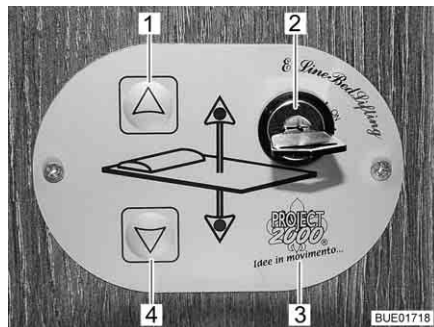

Bild 107 Bedienteil
**Bedienteil** Mit den Tasten (Bild 107,1 und 4) auf dem Bedienteil (Bild 107,3) wird das Hubbett abgesenkt oder angehoben. Mit dem Schlüsselschalter (Bild 107,2) wird das Bedienteil gegen unbefugte Benutzung gesichert.
- Schlüssel im Schlüsselschalter (Bild 107,2) drehen. Das Bedienteil (Bild 107,3) ist aktiviert.
- Pfeiltaste (Bild 107,4) drücken und so lange gedrückt halten, bis das Hubbett in die gewünschte Position nach unten gefahren ist.
- Pfeiltaste (Bild 107,1) drücken und so lange gedrückt halten, bis das Hubbett in die Endstellung nach oben gefahren ist.